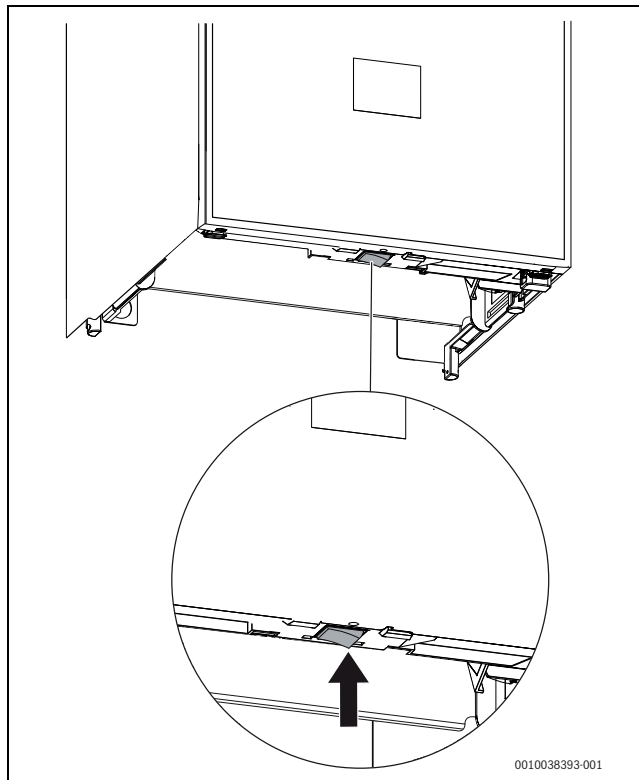

Fig. 1 Interruttore On/Off
- Spegner l'apparecchio dall'interruttore on/off (→ fig. 1).